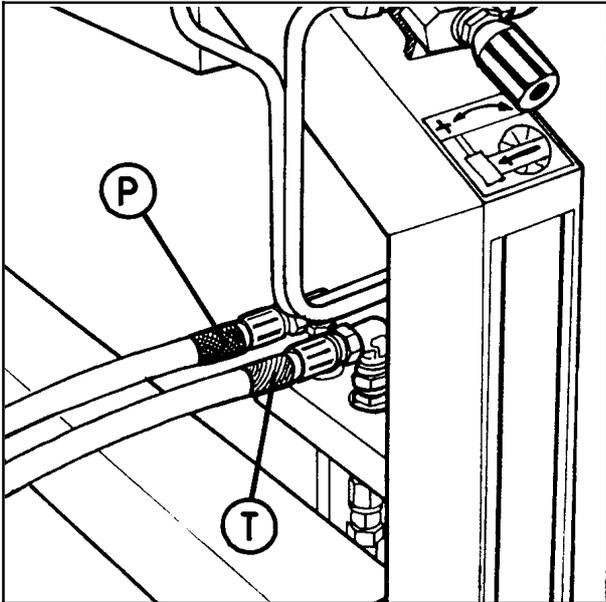

Bild 4-4
Der rot markierte Schlauch wird an die Druckversorgung (P) und der blau markierte Schlauch an den Rücklauf (T) angeschlossen, siehe Abb. 4-4.